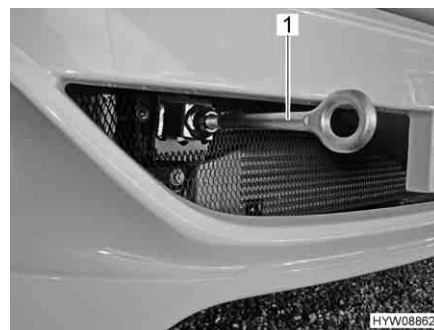

Fig. 40 Occhione di traino, installato
- Montare l'occhione di traino (Fig. 40,1) come indicato nel manuale di funzionamento del veicolo di base.